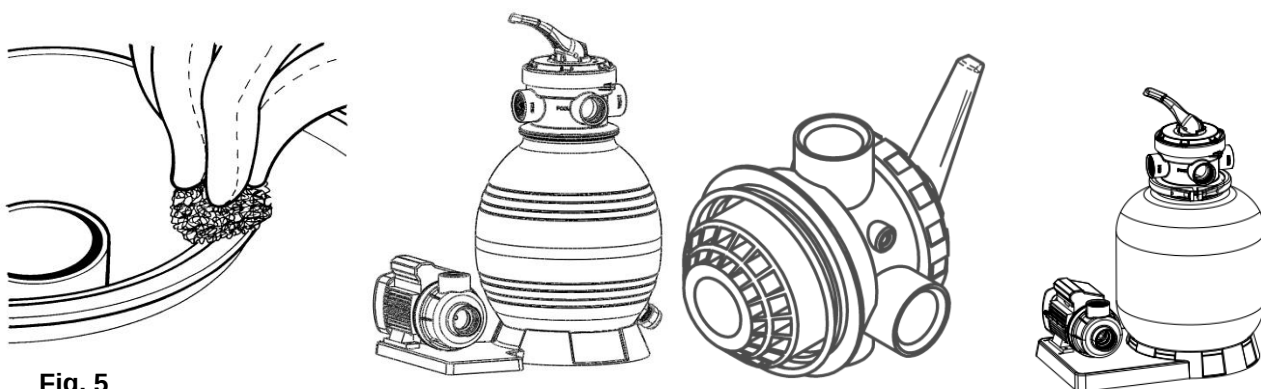

Fig. 5
5. Retirer l'entonnoir et nettoyer minutieusement le bord de l'ouverture du réservoir pour éliminer les résidus de sable. Pour faciliter la mise en service, il est recommandé de remplir le réservoir du filtre à sable d'eau jusqu'aux $\frac{3}{4}$. Monter alors la vanne 4 voies et le joint de filtre (joint torique, Fig. 5). Le raccordement a lieu avec une bague de serrage. La bague de serrage est vissée avec une vis et un écrou pour bagues de serrage.